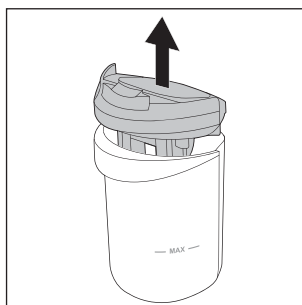

Fig. 21
- ◆ Tire de la tapa del depósito de agua sucia **9** hacia arriba para retirarla del depósito de agua sucia **2** (consulte la fig. 21).